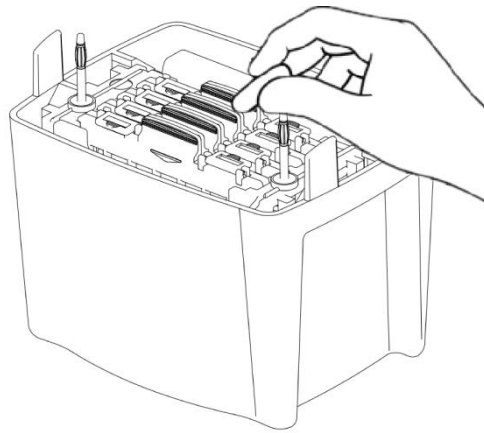

图 5 在缓冲液槽中加入搅拌子
- (7) 放入搅拌子帮助转膜缓冲液的温度和离子强度维持均匀，设定尽可能快的转速以使离子分布均衡(参照图 5)；